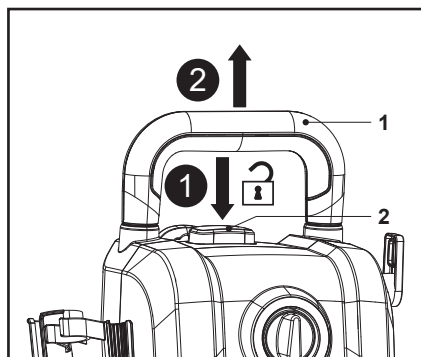

Fig. 13
1. Mantenga pulsado el botón de bloqueo del asa (2) y, a continuación, tire del asa de transporte (1) hasta el tope (Fig. 13).